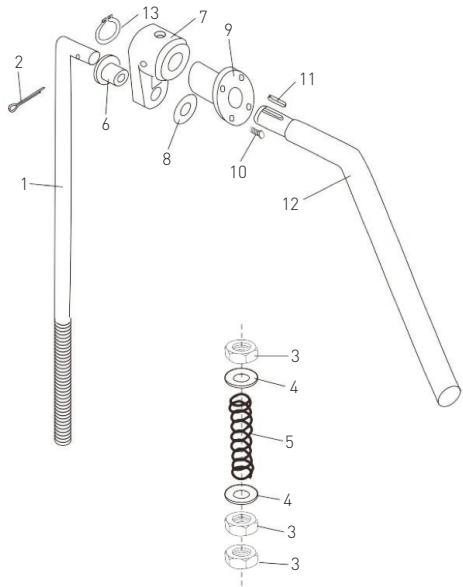

Fig. 5 : Unité de levage de la cuve
- Unité de levage de la cuve (Fig. 5) ;